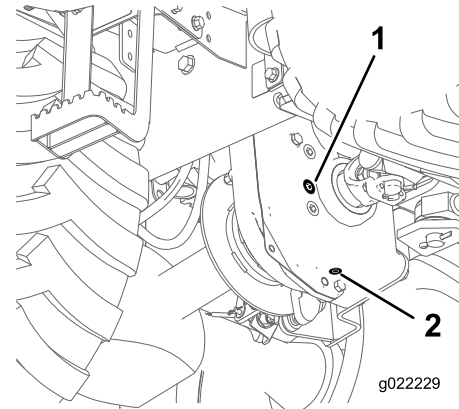

Figure 33
2. Nettoyez la surface autour du bouchon de remplissage avec un solvant de nettoyage (Figure 33).